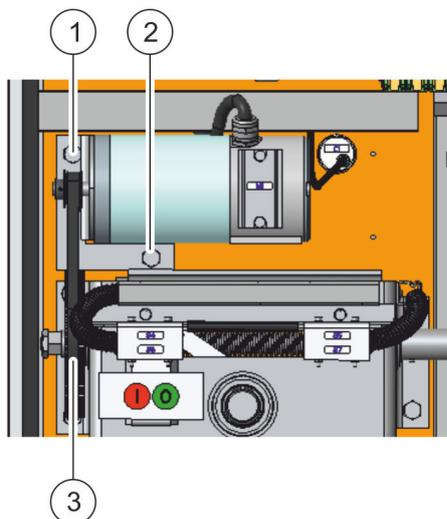

Abb. 30: Zahnriemen tauschen
3. ➤ Beide Verschraubungen der Motorhalterung (Abb. 30/1 und 2) lösen.
Obere Schraube (Abb. 30/1) entfernen, die untere (Abb. 30/2) gelockert lassen, aber nicht entfernen.
4. ➤ Alten Zahnriemen (Abb. 30/3) abnehmen.
5. ➤ Neuen Zahnriemen (Abb. 30/3) auflegen.
6. ➤ Entfernte Schraube der Motorhalterung (Abb. 30/1) wieder einsetzen.